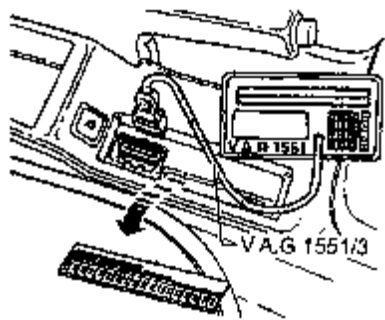

图 11-1 诊断转接器插座
(1) 在手动制杆附近右边诊断转接器上面取出罩盖。如图 11-1 所示。